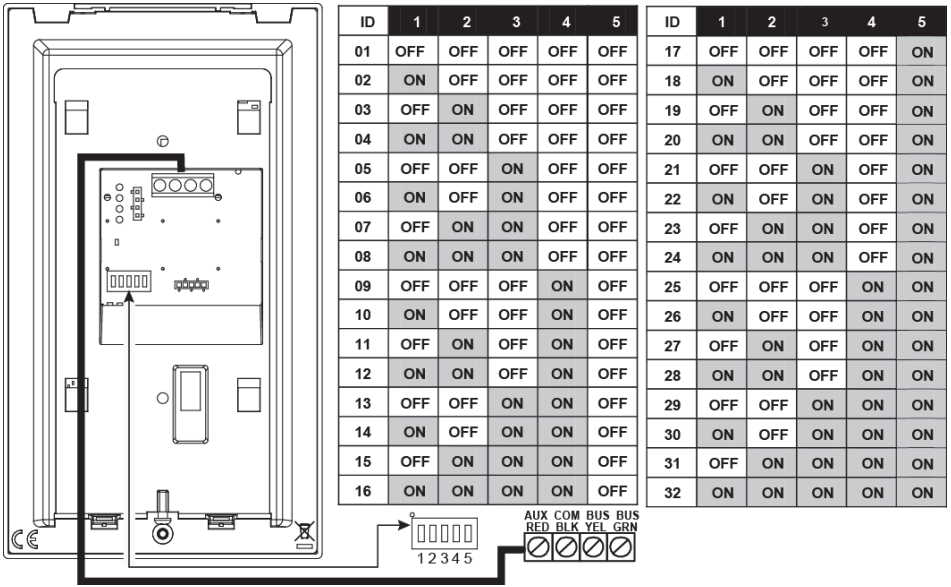

Figura 7
4. Conectar los cables al conector (AUX, COM y BUS) mostrado en la Figura 7
Utilizar los interruptores DIP 1 al 5 para definir el ID del BUS de cada accesorio/detector según la tabla de la Figura 7.